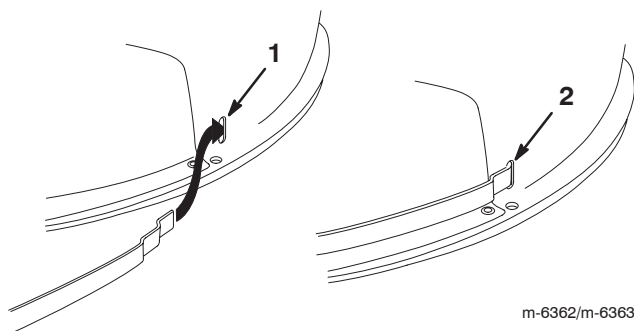

Figure 16
**Remarque :** Ne déposez pas les bandes du carter de tondeuse. Si une bande se détache du carter, insérez-la comme illustré à la Figure 16.